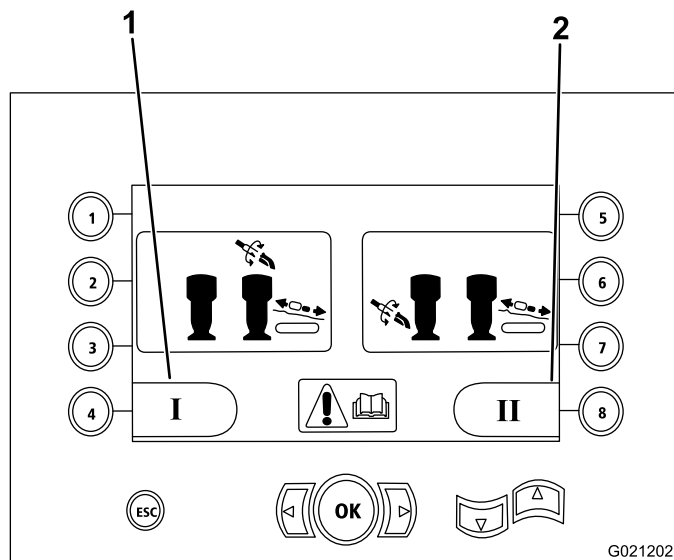

Рисунок 13
- Режим I – передает функции бурения на правый джойстик, в то время как левый джойстик управляет загрузчиком труб и функциями захватов (Рисунок 13)
Нажмите кнопку 4 для выбора этой функции (Рисунок 13).
- Режим II – эта функция распределяет функции бурения, захвата и загрузки труб между левым и правым джойстиком (Рисунок 13)
Нажмите кнопку 8 для выбора этой функции (Рисунок 13).